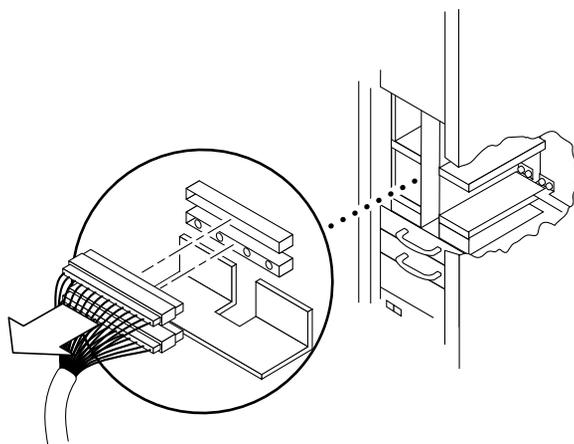

図 11-5 システムセンタープレーンからの2本のケーブルの取り外し — Sun Fire E6900 システム
10. システムセンタープレーンから、2本のケーブルを外します (図 11-5)。